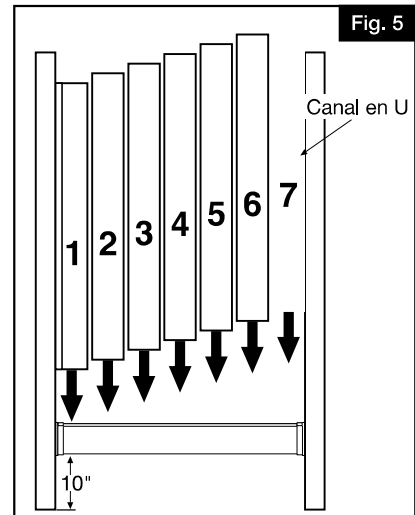

Fig. 5
- Placer le profilé en U verticalement sur les rives des planches bouvetées no 1 et no 7 (Fig. 5).
- Colocar el canal U de forma vertical en el borde del tablón con lengüeta y ranura #1 y #7 (Fig. 5).